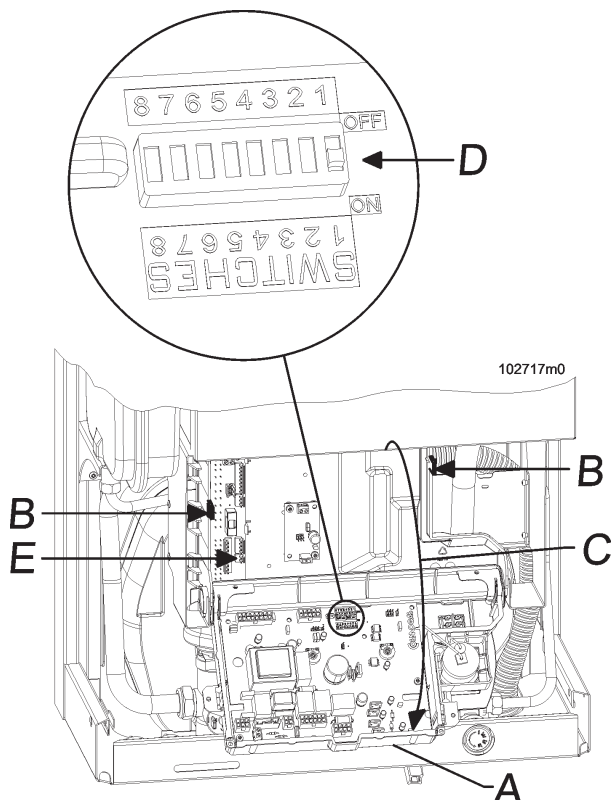

Рисунок 19 - Микропереключатели (SWITCHES)
- установить микропереключатель SWITCH № 1 в OFF и SWITCH № 5 в ON (см.рис. 19);
- переключить микропереключатель № 1 в положение ON (см.рис. 19 поз. "D");
- переключить микропереключатель № 5 в положение OFF (см.рис. 19);